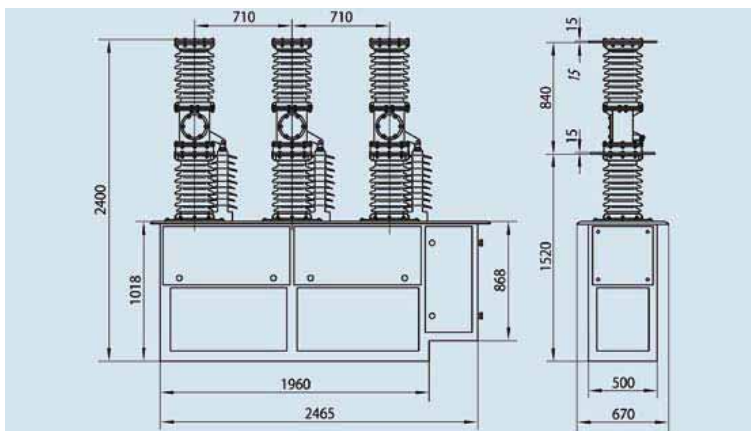

Рис. 6.2 Внешний вид и размеры выключателя ZW7-40.5
6.2 Внешний вид и размеры выключателя ZW7-40.5 (см. рис. 6.2):